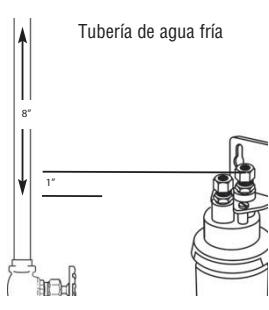

Figura 6
6. Mida hacia abajo 1" (3 cm) desde el accesorio de entrada del filtro y marque los tubos de agua fría existentes. Desde esta marca, mida hacia arriba hasta 8" (20 cm) y marque los tubos. Ésta es la parte del tubo que se deberá quitar. De ser necesario, en caso de espacios reducidos, es posible que se deba cortar una sección de tubo mayor. (Figura 6)